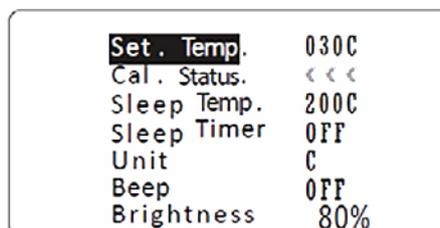

Рис. 9
6.3.5. Когда в строке статуса показывается «<<<<>>>>» (рис. 9.), это означает, что значение реальной температуры «RealTemp.» было откалибровано до минимального и больше не может уменьшаться, но можно увеличить значение реальной температуры.